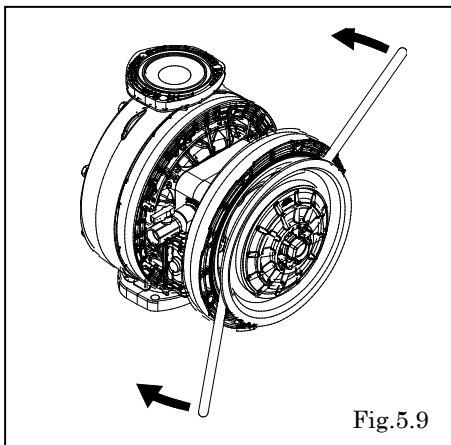

Fig.5.9
- ・内側のセンターディスクにボールをかけ反対側に引き出し、ダイアフラムを反転させる。(B□H、B□S、B□H/T を除く) [Fig.5.9、5.10]